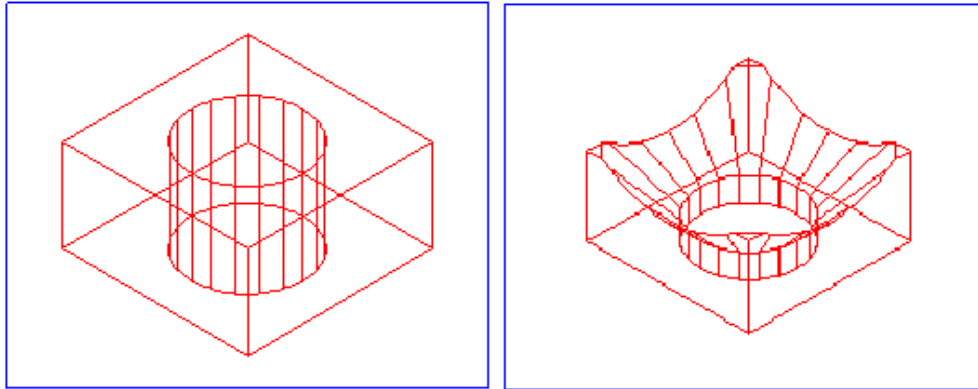

Рисунок 28 - К заданию 3.2.5
3.2.5 Создать трехмерный объект выдавливанием и снять фаску с ребра трехмерного тела (рисунок 28). При создании объекта указать верхнюю окружность цилиндра.